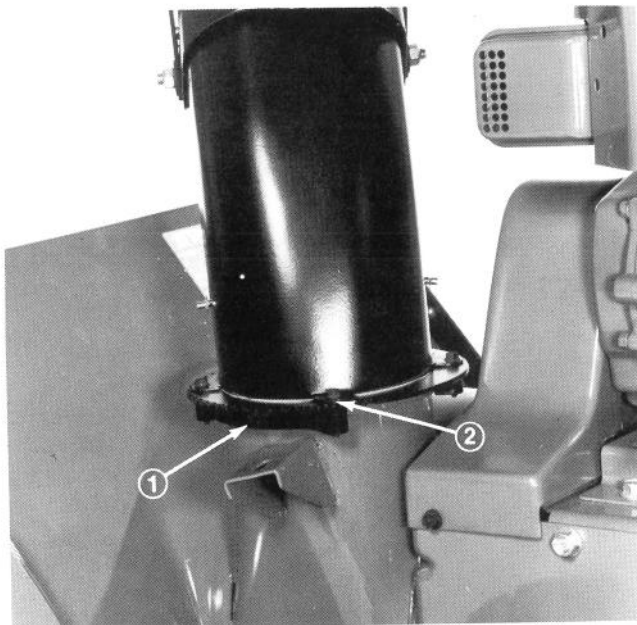

Abb. 9
4. Den Auswurfkamin mit der offenen Seite nach vorn auf den Aufnahmekranz setzen und die Befestigungslöcher zur Deckung bringen. Dann den Auswurfkamin, den Aufnahmekranz und die Kunststoffhalter mit drei Blechschrauben verbinden (Abb. 9).